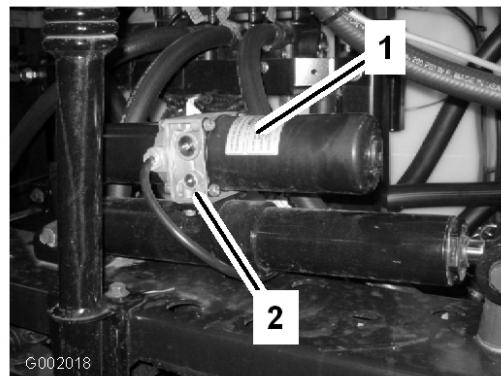

図 60
- 各アクチュエータについている手動リリーフ・バルブを探し出す。アクチュエータのボディの片側だけについている小さいほうのバルブが手動リリーフ・バルブである(図60)。